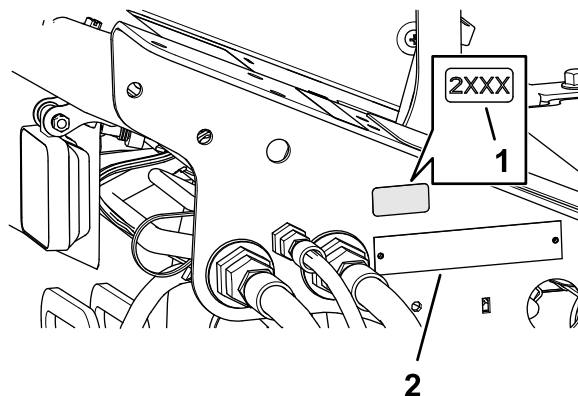

Figure 38
1. Avec de l'alcool à friction et un chiffon propre, nettoyez le support de plancher près de la plaque du numéro de série et laissez sécher le support (Figure 38).